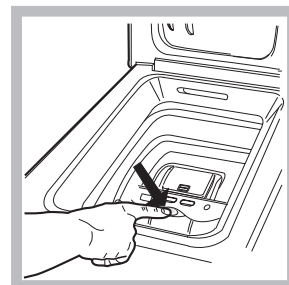

Fig. 2
Pulse el botón indicado en la fig. 2 con un dedo y el cesto se abrirá delicadamente.
E) Parada final del cesto (Fig. 2):